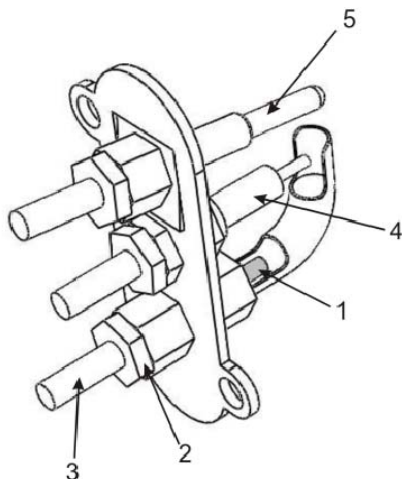

Рис.5 Устройство узла запальной горелки
- С помощью регулировочного винта 1 (рис.5) отрегулируйте подачу газа на горелку. При повороте регулировочного винта по ходу часовой стрелки подача газа на горелку уменьшается, при повороте против хода часовой стрелки – увеличивается.
- Приподнимите устройство (для настольных моделей) и найдите узел запальной горелки (рис.5).
- Приподнимите запальник. Ключом на 10 открутите муфту подводящей медной трубки 2 (рис.5).
- Выньте из канала смесителя трубку 3 (рис. 5) вместе с соплом 1 (рис. 5) и замените последнее согласно таблице 1.